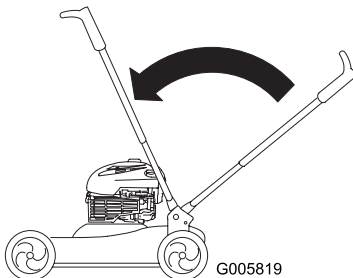

Figure 49
3. Relevez le guidon à la position verticale (Figure 49).